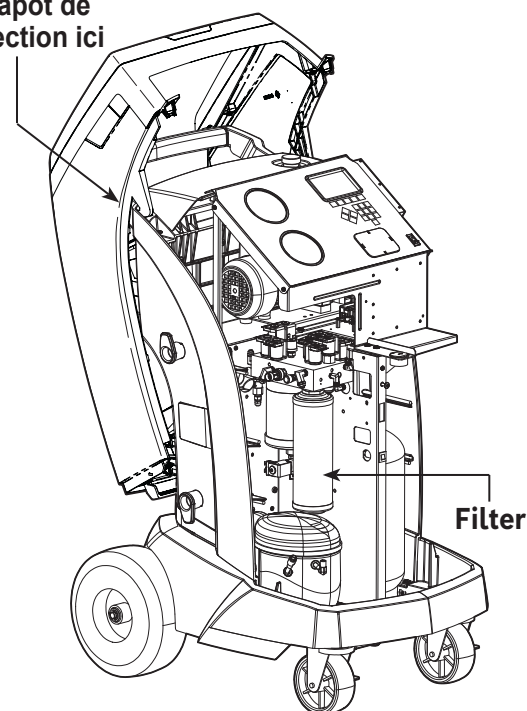

Figure 9
3. Accrochez le capot de protection à l'arrière de la machine comme indiqué sur la Figure 9.
4. Accrochez le déflecteur à l'arrière de la machine comme indiqué sur la Figure 9.